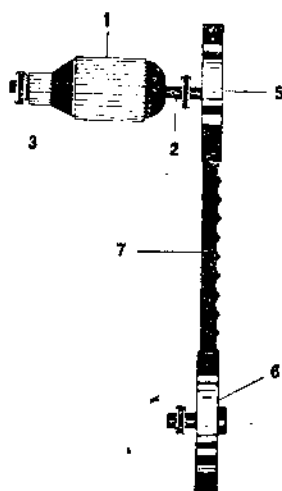

Рис. 74. Ленточная пила.
- б) резки торцовых шипов: на перильных стойках (из брусьев 15×15 см), на голландских рамах для ниш, на дверных коробках, на стойках рамных козел и рам убежищ, резки гнезд на дверных коробках, резки шипов на опорных рамах (рис. 74 и 75).